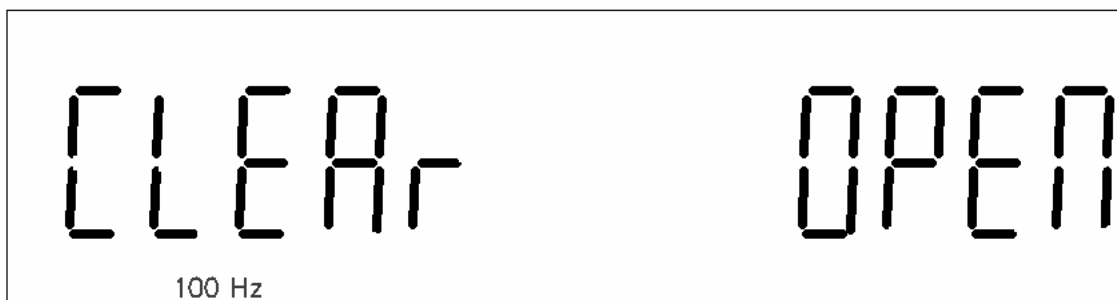

图 3-2 开路清零
2. LCD 显示信息如图 3-2 所示。“OPEN”闪烁。